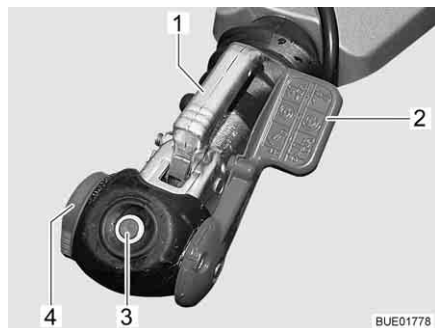

Fig. 3 Gancio di sicurezza AKS 1300
- Portare la leva di stabilizzazione (Fig. 3,2) nella posizione più alta.
- Ruotare la manovella (Fig. 3,4) in senso antiorario fino all'arresto in posizione aperta.
- Tirare la maniglia del gancio (Fig. 3,1) verso l'alto.
- Eseguire un controllo a vista: Il cilindro verde dell'indicazione di sicurezza (Fig. 3,3) deve essere ben visibile.